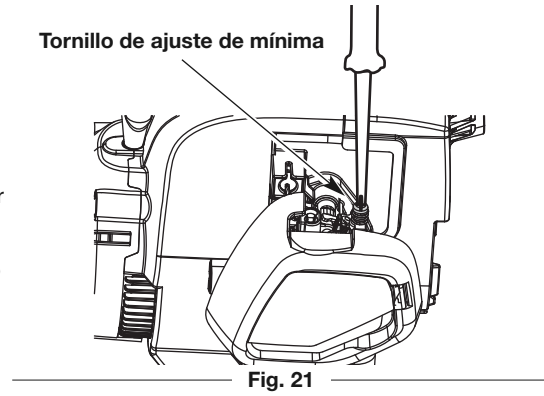

Fig. 21
2. Suelte el control del acelerador y deje que el motor funcione en ralentí. Si el motor se para, use un destornillador Phillips pequeño para girar el tornillo de velocidad de ralentí en el sentido de las agujas del reloj, 1/8 de giro cada vez (según sea necesario) hasta que el motor funciona al ralentí de manera uniforme (Fig. 21).
3. Si el motor funciona al ralentí demasiado rápidamente, gire el tornillo de velocidad de ralentí en el sentido contrario a las agujas del reloj, 1/8 de giro cada vez (según sea necesario) para reducir la velocidad de ralentí (Fig. 21).